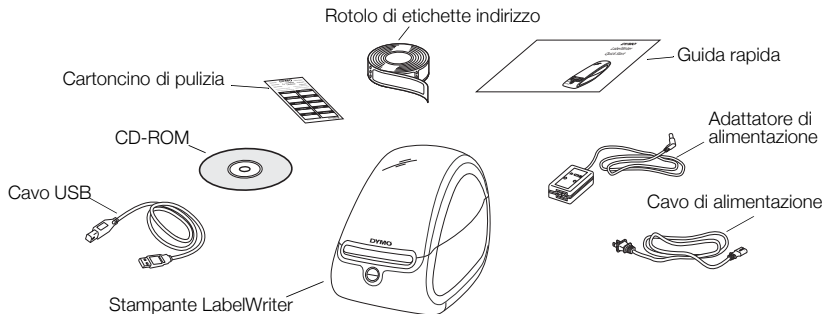

Figura 1
- 2 Assicurarsi di aver ricevuto tutti gli articoli elencati nella Figura 1. (Le etichette incluse possono essere diverse.)